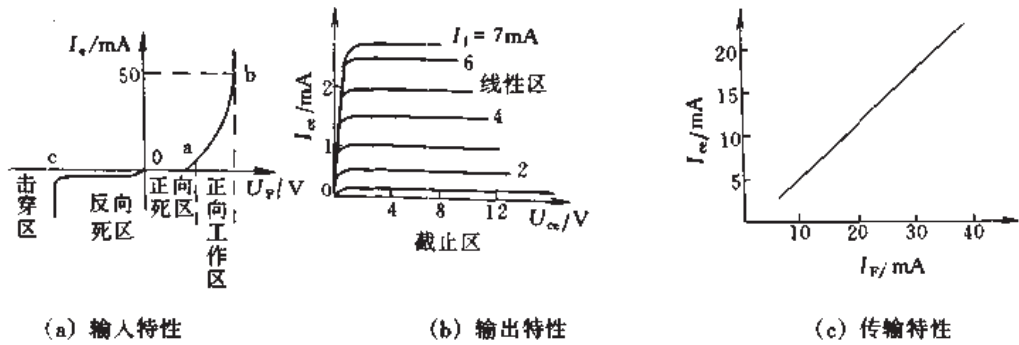

图 2.1.30 光电耦合器的特性曲线
(1) 输入特性 光电耦合器的输入端是发光二极管，因此它的输入特性可用发光二极管的伏安特性来表示，见图 2.1.30 (a)。由图可见它与普通晶体二极管的伏安特性基本一样，但有两点不同：一是正向死区较大，可达 0.9~1.1V，外加电压大于这个数值时，二极管才能发光；二是反向击穿电压很小，只有 6V 左右，使用时要特别注意输入端的反向电压不能大于 6V。
(2) 输出特性 光电耦合器的输出端是光电三极管，因此光电三极管的伏安特性就是它的输出特性，见图 2.1.30 (b)。由图可知，它与普通晶体三极管的伏安特性曲线是相似的，不同之处在于它是以发光二极管注入的电流 I_F 为参变量。正常情况下，管子工作在线性区，这时在一定的 I_F 下，所对应的 I_{ce} 基本上与 U_{ce} 无关，
(3) 传输特性 光电耦合器的传输特性是指输出电流与输入电流之间的关系，见图 2.1.30 (c)。在一定范围内，发光二极管发出的光能与输入电流 I_F 成正比，而光电三极管输出的电流 I_{ce} 与接收的光能成正比，因此输出电流 I_{ce} 与输入电流 I_F 之间基本呈线性关系。